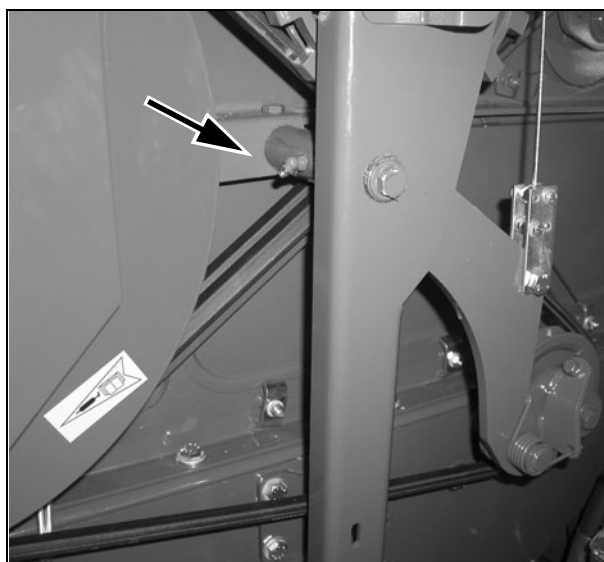

Рис. 43
32. ПАЛЕЦ РЫЧАГА НАТЯЖИТЕЛЯ РЕМНЯ МЕХАНИЗМА РЕВЕРСИРОВАНИЯ - Рис. 43